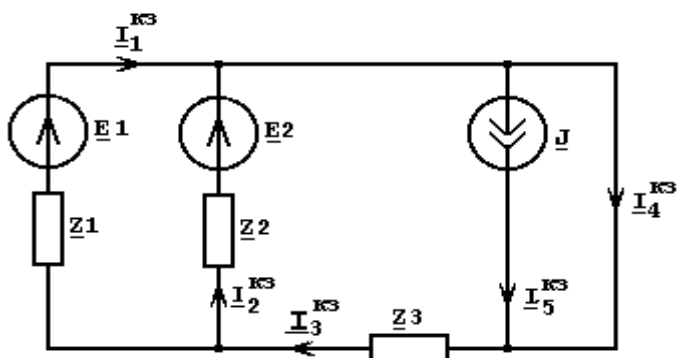
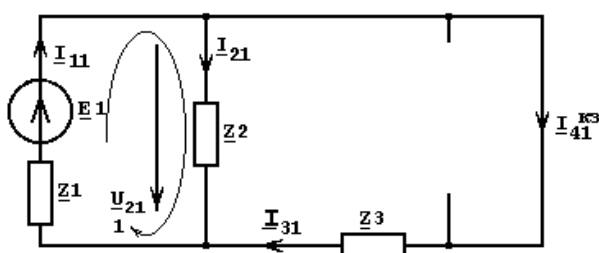
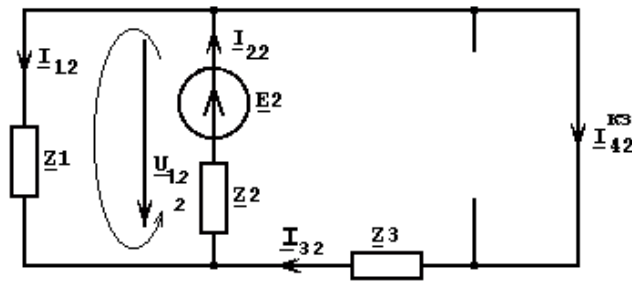
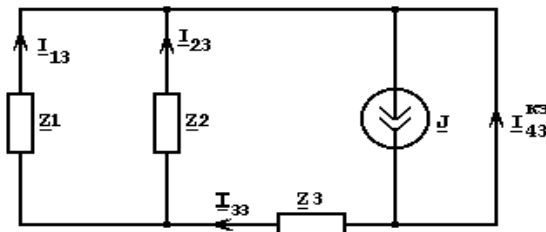

Рисунок 1.22
Рисунок 1.23
Рисунок 1.24
Рисунок 1.25
2.2.1. Схема для расчета $\underline{I}_3$ представлена на рисунок 1.22
2.2.2. Указываем направления токов на схеме (рисунок 1.22)
2.2.3. Иключаем J и E_2 из схемы (рисунок 1.22) находим ток $I_{41}^{кз}$ (рисунок 1.23).
Напряжение U_{21} определим, используя второй закон Кирхгофа для контура 1 (рисунок 1.23)
2.2.4. Иключаем E_1 и J из схемы рисунок 1.22 и определяем ток $I_{42}^{кз}$ (рисунок 1.24).
Напряжение U_{12} определим, используя второй закон Кирхгофа для контура 2 (рисунок 1.24)
2.2.5. Исключаем из схемы (рисунок 1.22) E_1 и E_3 и определяем ток I_{43}^{K3} (рисунок 1.25).
Участок цепи, содержащий элементы Z_1, Z_2 и Z_3 (рисунок 1.25) соединен параллельно с проводником, сопротивление которого равно нулю. Эквивалентное сопротивление такой цепи равно нулю. Упрощенная схема для рассматриваемого случая имеет вид (рисунок 1.26).